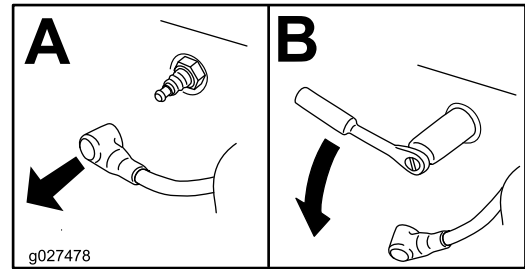

Figure 46
4. Déposez la bougie (Figure 46).